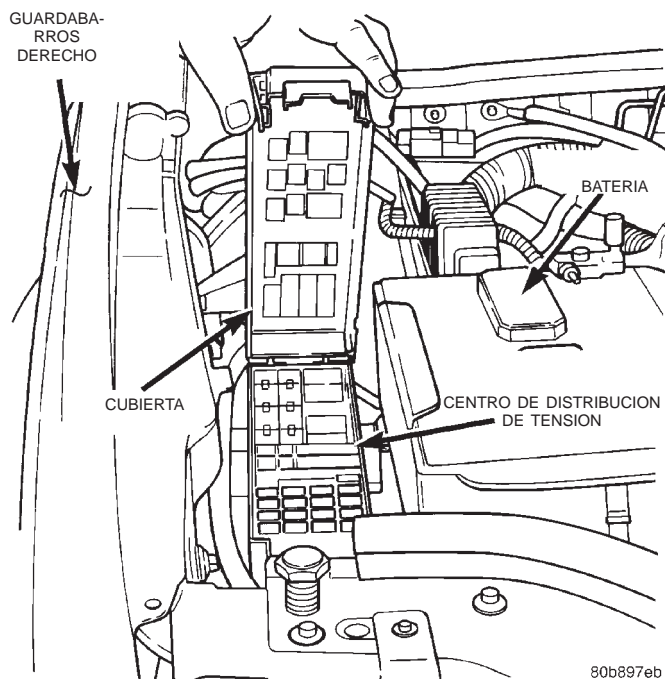

Fig. 3 Centro de distribución de tensión
(1) Desconecte y aisle el cable negativo de la batería.
(2) Retire la cubierta del Centro de distribución de tensión (PDC) (Fig. 3).